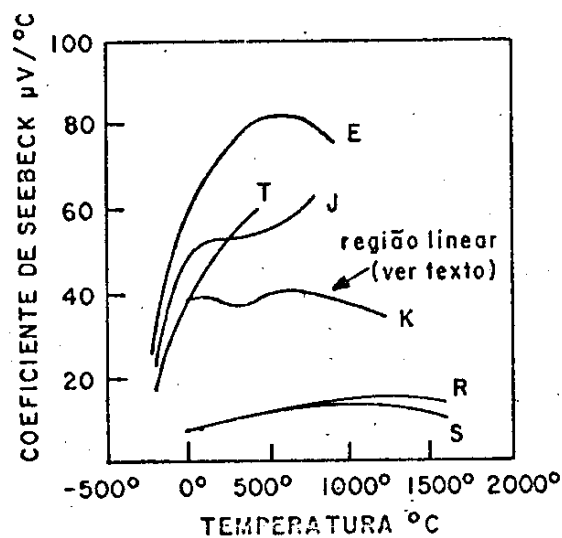

Fig.A-2 - Coeficientes de Seebeck para diversos tipos de termopares.
a) São os valores de alfa (coeficiente de Seebeck) dados pela Fig.A.2, e substituídos na Eq.A-2.
b) Utiliza-se a série dada pela Eq.A-3, onde seus coeficientes (2) variam de acordo com o tipo de termopar utilizado. Na Tab.A-3 são mostrados os coeficientes determinados pelo "National Bureau of Standards Termocouples" os quais são listados a seguir na Tab.A-3.